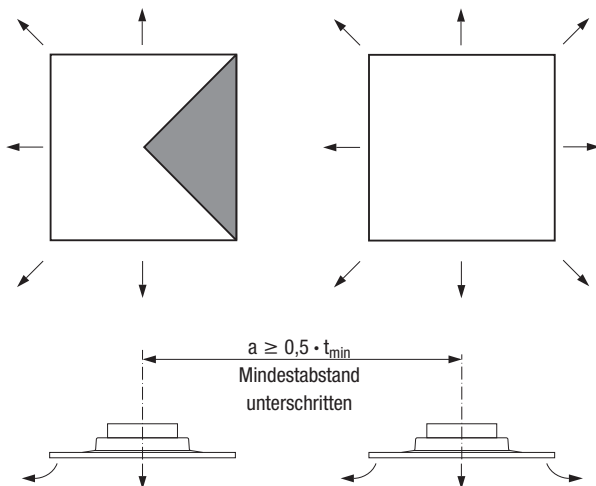

Bild 11: Anordnung der Abdeckung bei Unterschreitung des Mindestabstandes
b) Ist die Einhaltung des vorgeschriebenen Mindestabstandes zwischen zwei Luftdurchlässen nicht möglich, dann wird eine Anordnung wie in Bild 11 dargestellt empfohlen.